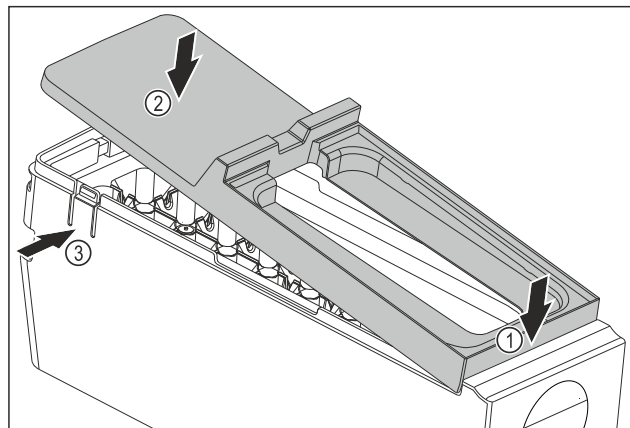

Fig. 85
- ▶ Монтаж на капака на корпуса на EasyTwist-Ice: Поставете капака отпред. Fig. 85 (1)
- ▶ Спуснете капака отзад. Fig. 85 (2)
- ▷ Капакът се фиксира с щракване в двете езичета Fig. 85 (3).